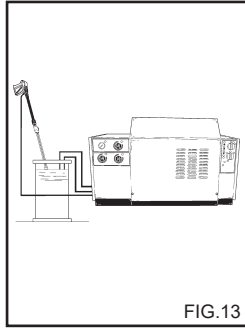

FIG.13
**WERKWIJZE VOOR DE ANTI-VRIES (Fig. 13)**